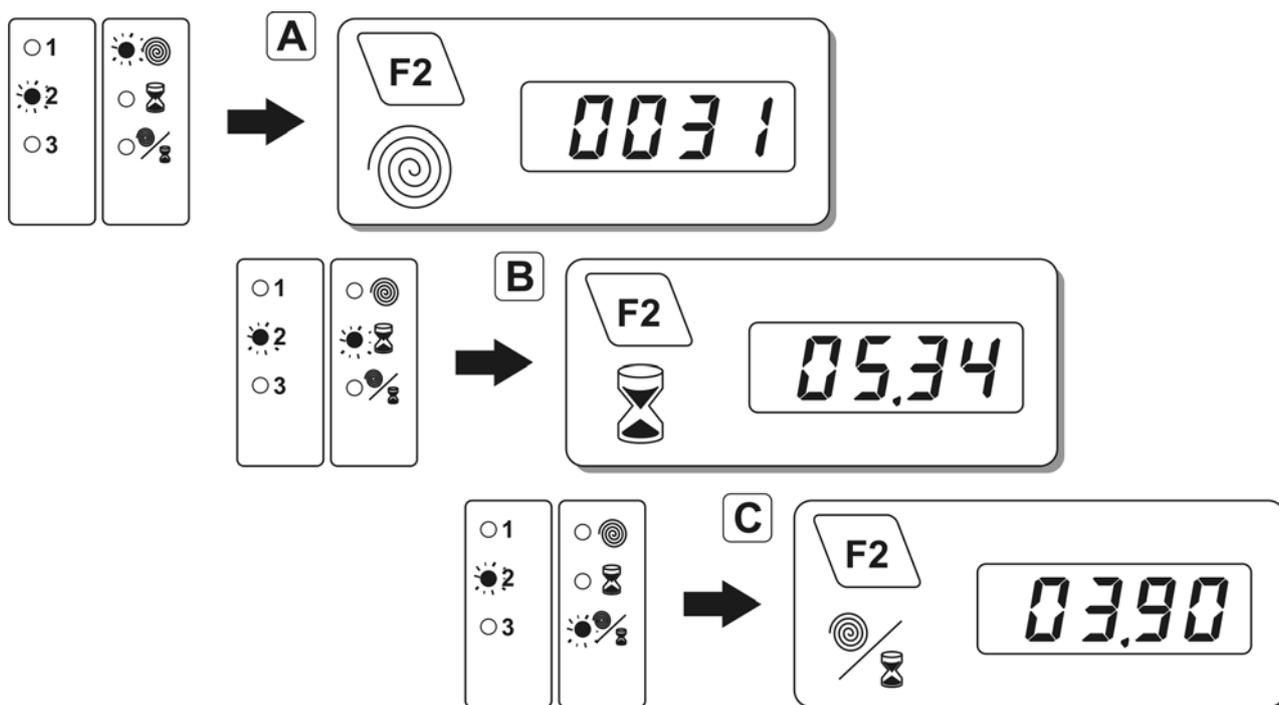

РИСУНОК 4.15 Считывание параметров
- ⇒ Показание производительности - рисунок 4.15 - С, информирует, что на поле 2 в среднем обматывались 3.9 рулонов в час.